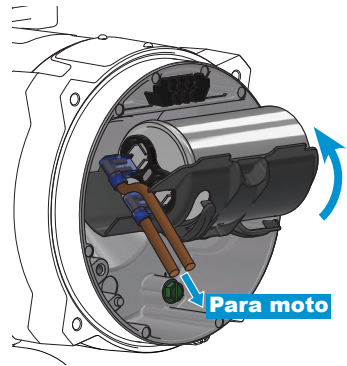

Figura 6
7. Vuelva a colocar la tapa de plástico haciendo rodar el condensador y el plástico contra los soportes metálicos en la parte inferior de la carcasa y luego encaje las pestañas de plástico en la pared de la carcasa metálica (consulte la Figura 6).